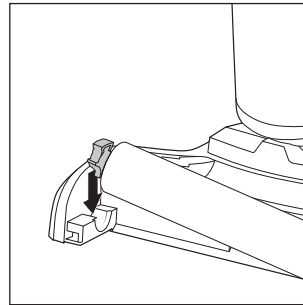

Afb. 38
- ♦ U kunt de borstelrol **6** ook rechtstreeks in de borstelrolhouder **5** van het neerzet- en reinigingsstation zetten om hem te laten drogen (zie afb. 38).